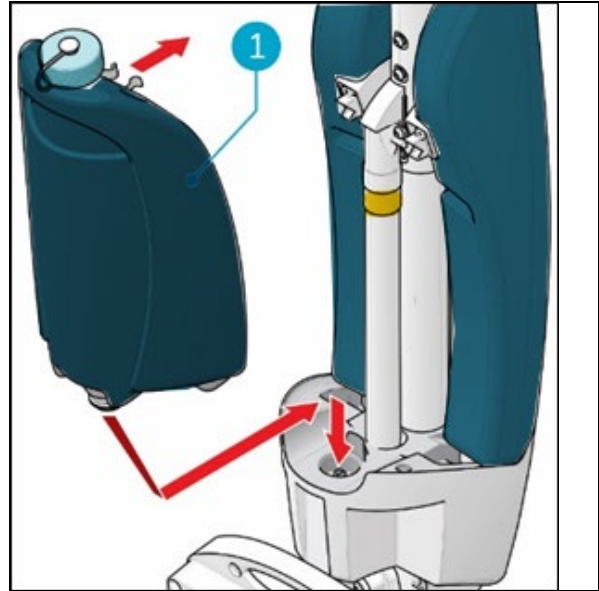

Figure 15
5. Placez le réservoir sur l'i-mop® XL avec la soupape en premier (figure 15, pos. 1).